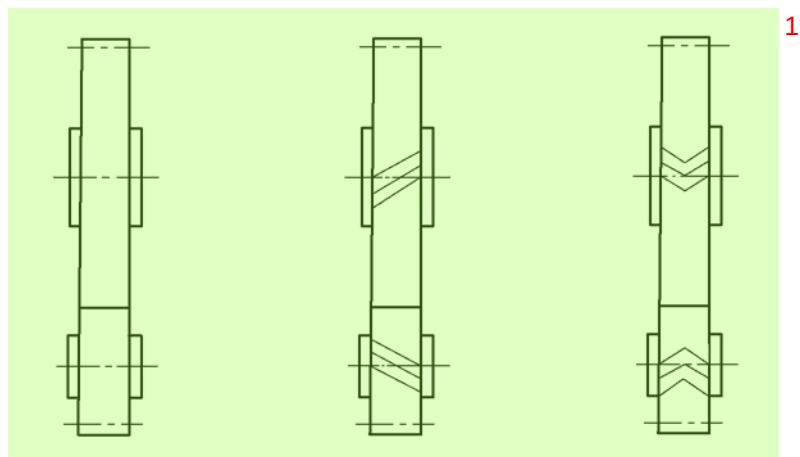

图 10 圆柱齿轮副的啮合画法——外啮合(二) 2
4.2 在平行于圆柱齿轮、锥齿轮轴线的投影面的视图中, 啮合图的齿顶线不需画出, 节线用粗实线绘制, 其他处的节线用细点画线绘制(图 10、图 14)。